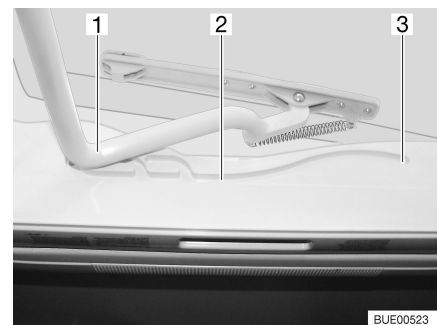

Fig. 21 Lanterneau basculant, glissière
- Tirer l'étrier (Fig. 21,1) dans les glissières (Fig. 21,2) jusqu'à la position la plus reculée (Fig. 21,3).
- Pousser l'étrier (Fig. 21,1) légèrement vers le haut avec les deux mains.
- Tirer l'étrier dans les glissières (Fig. 21,2) jusqu'à la position souhaitée.